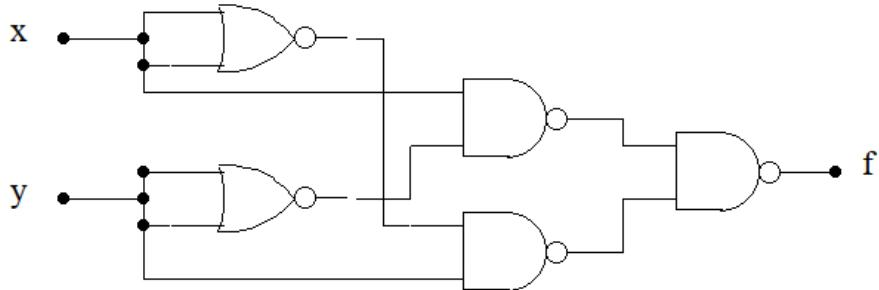

Figura 1: Circuito combinacional.
- Armar el circuito combinacional de la Figura 1.
- Conectando las entradas x e y del circuito de la Figura 1 a los valores lógicos 0 (tierra) y 1 (5 Volt), medir la tabla de verdad de f .